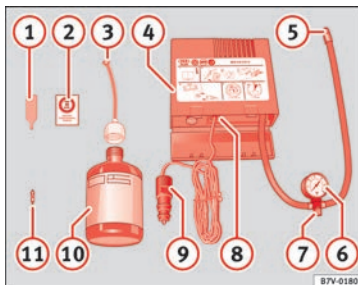

Fig. 67 Rappresentazione standard: contenuto del kit per la riparazione degli pneumatici.
- Svitare il cappuccio e l'elemento di tenuta della valvola del pneumatico. Utilizzare l'apparato » fig. 67 ① per estrarre l'elemento di tenuta. Collocarlo su una superficie pulita.
- Agitare vigorosamente la bomboletta del sigillante per pneumatici » fig. 67 ⑩.
- Avvitare il tubo di gonfiaggio » fig. 67 ③ alla bomboletta del sigillante. La piombatura della bomboletta si rompe automaticamente.
- Rimuovere il tappo del tubo di riempimento » fig. 67 ③ e avvitare l'estremità aperta dal tubo alla valvola dello pneumatico.
- Ricollocare l'elemento di tenuta con l'apparato » fig. 67 ① nella valvola del pneumatico.
- Avvitare il tubo di gonfiaggio del pneumatico del compressore » fig. 67 ⑤ nella valvola del pneumatico.
- Verificare che la vite di sfiato dell'aria sia chiusa » fig. 67 ⑦.
- Collegare il connettore » fig. 67 ⑨ a una presa elettrica a 12 V del veicolo » pag. 158.
- Collegare il compressore ad aria con l'interruttore ON/OFF » fig. 67 ⑧.